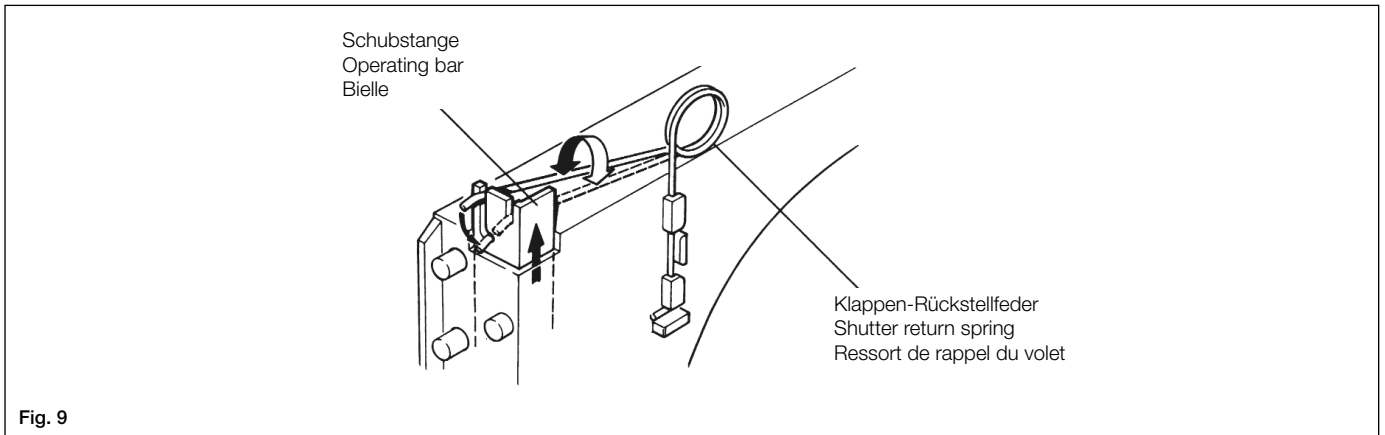

Fig. 9
- Rückstellfeder der Verschlussklappe lösen (Fig. 9) und in den L-förmigen Schlitz einhängen.
- Re-position the shutter return spring into the L-shaped slot. Raise the opening bar latch into position (Fig. 9).